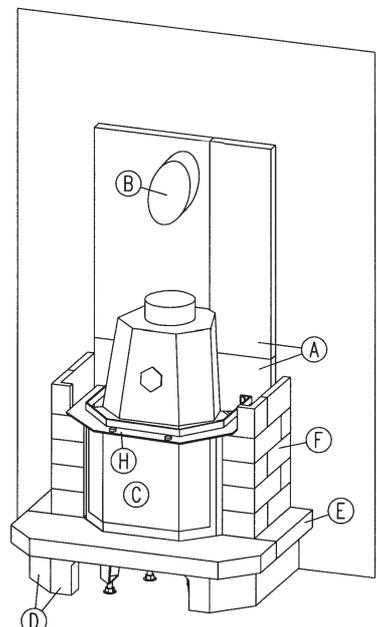

Abb. 6
- 8.3 Zeichnen sie die Bohrlöcher und die Umrisse der Halteplatten des Auflagerrahmens an der Wand auf. (**Abb. 6**)